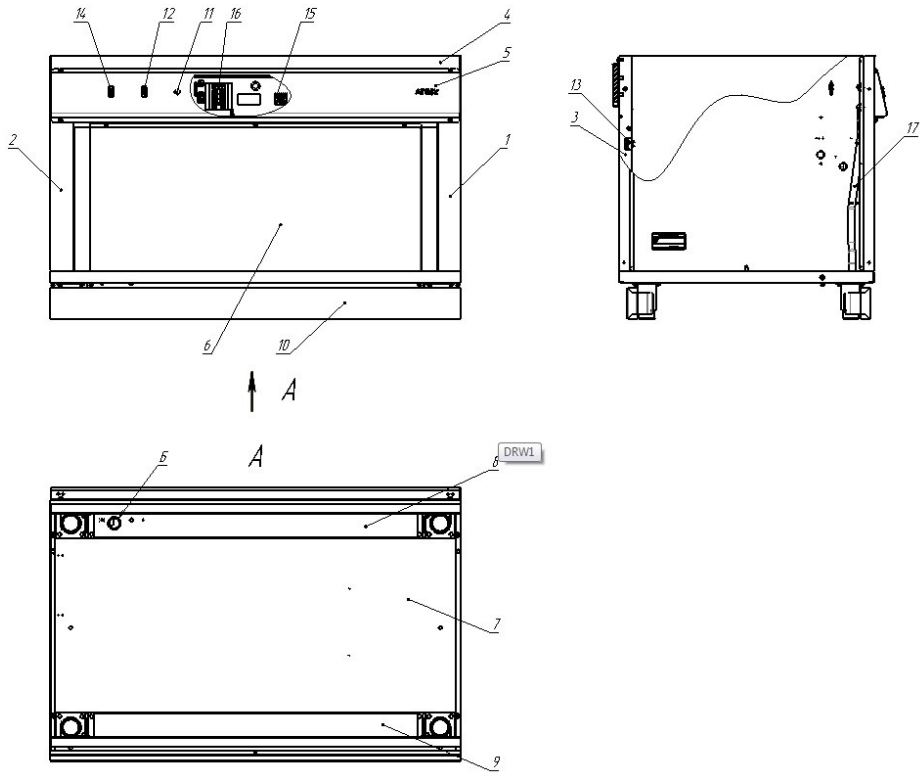

Рис. 1. 1, 2- стенка боковая; 3- стенка задняя; 4- кожух;
1.3.1 Изделие (см. рис.1) состоит из боковых стенок 1 и 2, задней стенки 3, кожуха 4, панели управления 5, передней панели 6, днища 7 и швеллеров 8 и 9 с регулируемыми по высоте опорами. Для удобства монтажа и обслуживания панель управления откидывается вперед-вниз после отворачивания крепежных винтов. В комплект также входят два декоративных плинтуса 10 (передний и задний)